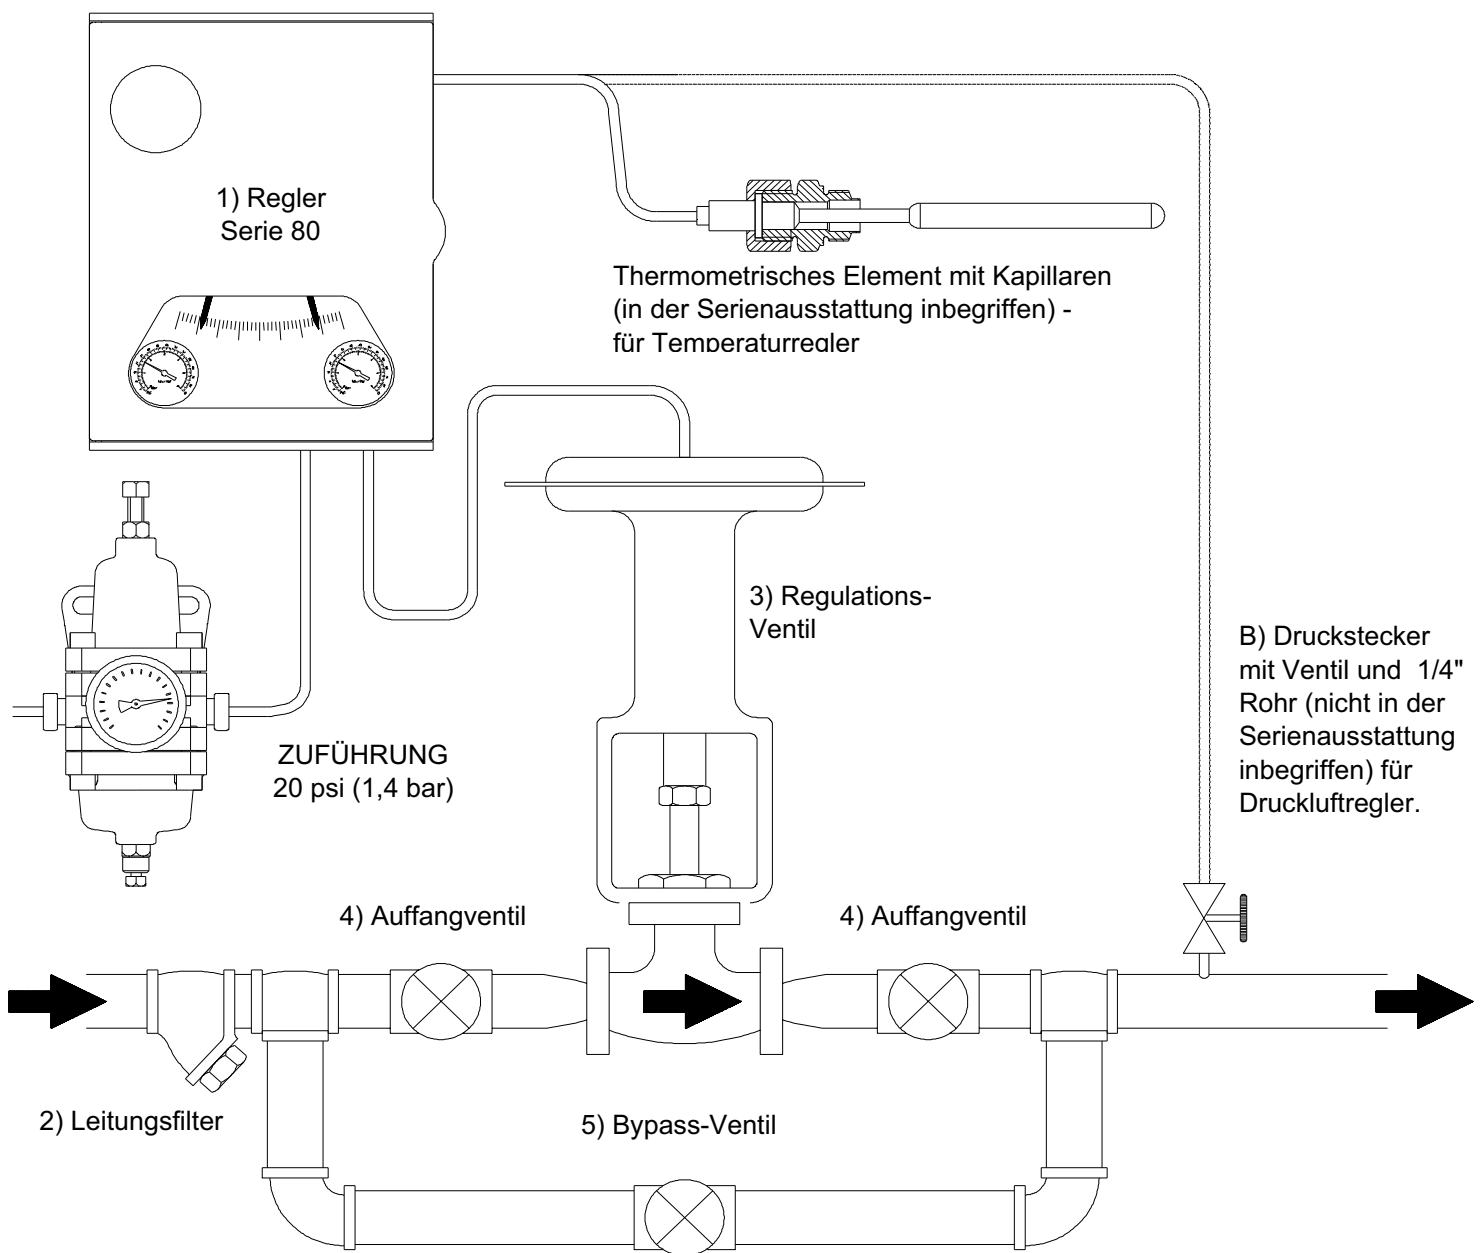

Fig. 2.2.1 "ANSCHLUSS AN DAS REGULATIONSVENTIL"
2.2. ANSCHLUSS AN DAS REGULATIONSVENTIL (Fig. 2.2.1)
C - Die Auffangventile vor und nach dem Regulationsventil ganz öffnen und vergewissern, daß das Bypass-Ventil geschlossen ist (siehe Fig. 2.2.1).
D - Wenn das Regulationsventil (3) mit Bypass-Ventil (5) ausgestattet ist, kontrollieren, daß letzteres gut geschlossen ist und daß das Auffangventil (4) stromabwärts montiert vollständig geöffnet ist (siehe Fig. 2.2.1).
E - Langsam das Auffangventil (4), welches vor dem Regulationsventil montiert ist, vollständig öffnen (4, Fig. 2.2.1).
E - Langsam das Auffangventil (4), welches vor dem Regulationsventil montiert ist, vollständig öffnen (siehe Fig. 2.2.1).
E - Wenn das Regulationsventil (3) mit Bypass-Ventil (5) ausgestattet ist, kontrollieren, daß letzteres gut geschlossen ist und daß das Auffangventil (4) stromabwärts montiert vollständig geöffnet ist (siehe Fig. 2.2.1).
F - Langsam das Auffangventil (4), welches vor dem Regulationsventil montiert ist, vollständig öffnen (siehe Fig. 2.2.1).
F - Wenn das pneumatische Ventil (3) mit Bypass-Ventil (5) ausgestattet ist, kontrollieren, daß letzteres gut geschlossen ist und daß das Auffangventil (4) stromabwärts montiert vollständig geöffnet ist (siehe Fig. 2.2.1).
G - Langsam das Auffangventil (4), welches vor dem Regulationsventil montiert ist, vollständig öffnen (siehe Fig. 2.2.1).